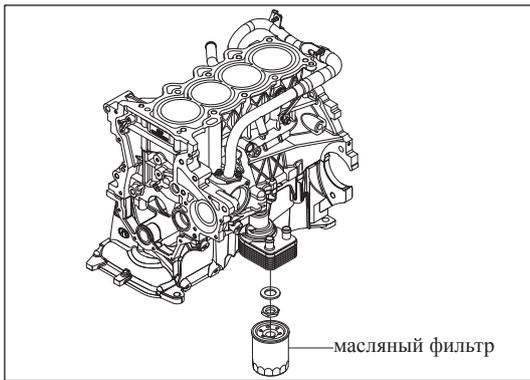

Рис. 11-2-6. Замена масляного фильтра
- (1) Слить моторное масло
- (2) Установка масляного фильтра
- б) Смазать прокладку нового масляного фильтра чистым моторным маслом, как изображено на рис. 11-2-6.
- (3) Залить новое моторное масло